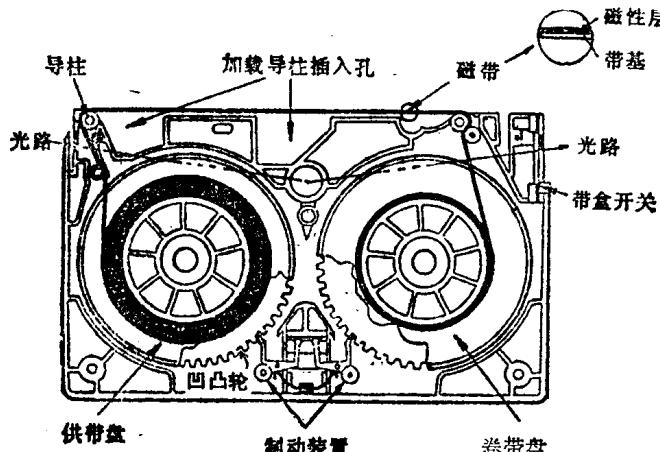

图 1-6 磁带盒内部结构
2. VHS 型录象磁带盒的构成。这种磁带盒的内部结构如图 1-6 所示。磁带缠绕在卷带盘和供带盘上，磁带的始端和尾端都有 130—190mm 长的透明引带。磁带由带基与磁性层两层构成，带基支撑着磁性层，磁性层与磁头接触记录视频信号和音频信号。卷带盘与供带盘周围都有凹凸齿。通常两个转盘被制动装置卡住不能随意转动，只有当磁带盒装到录象机内，由录象机内支柱插到磁带盒的释放制动装置孔内，将制动装置脱开后两个转盘才能自由转动。平时可用小螺丝刀插入释放制动装置孔内，两个转盘就能自由转动，也可以从磁带盒中拉出磁带。磁带的侧面装有带盒“开关”，按下此开关磁带盒的顶盖可以揭开并旋转一定角度。当磁带盒插到录象机内，带盒仓内有一装置将带盒开